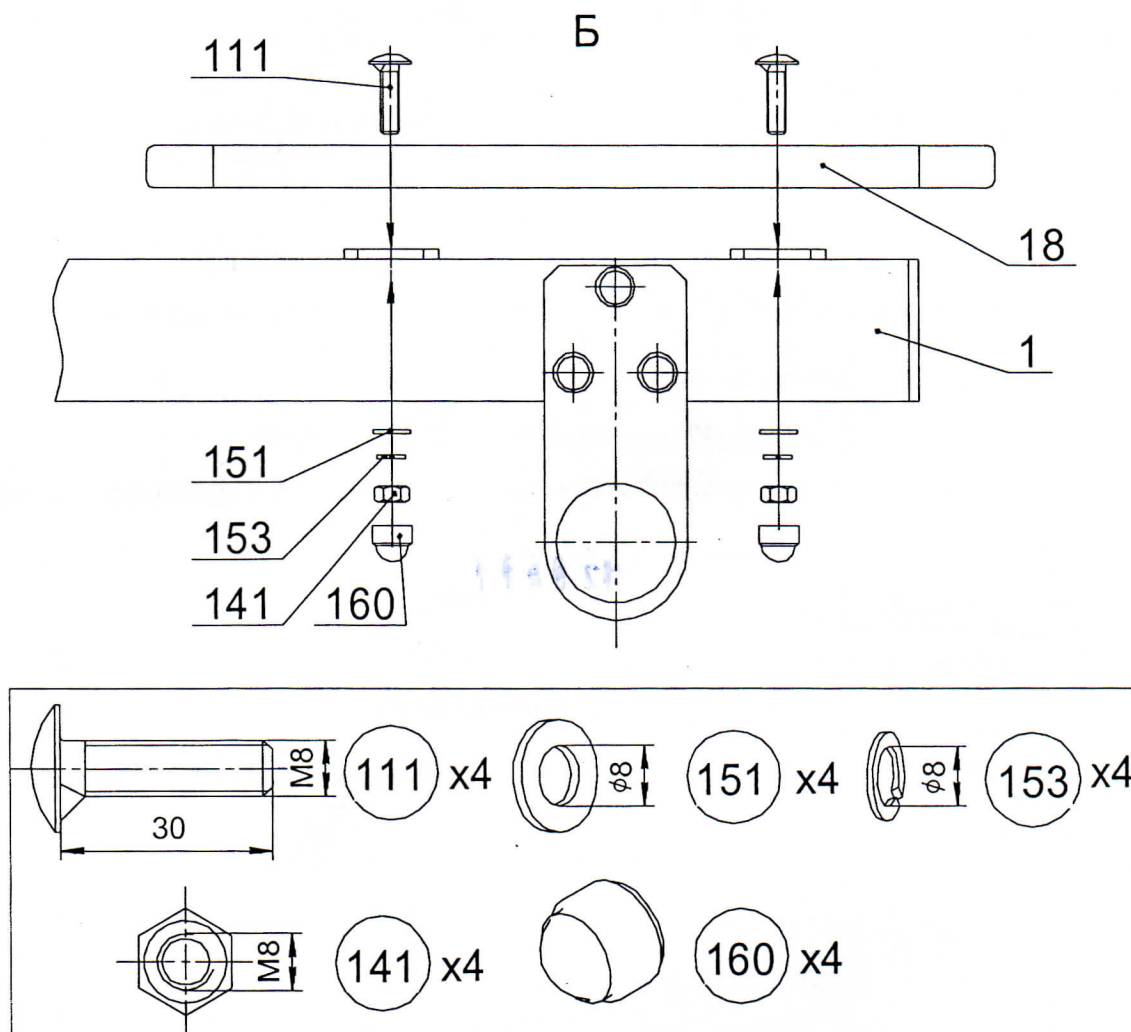

Рис.6
4.2.2 Установить и закрепить сиденье поз.18 (рис.6)